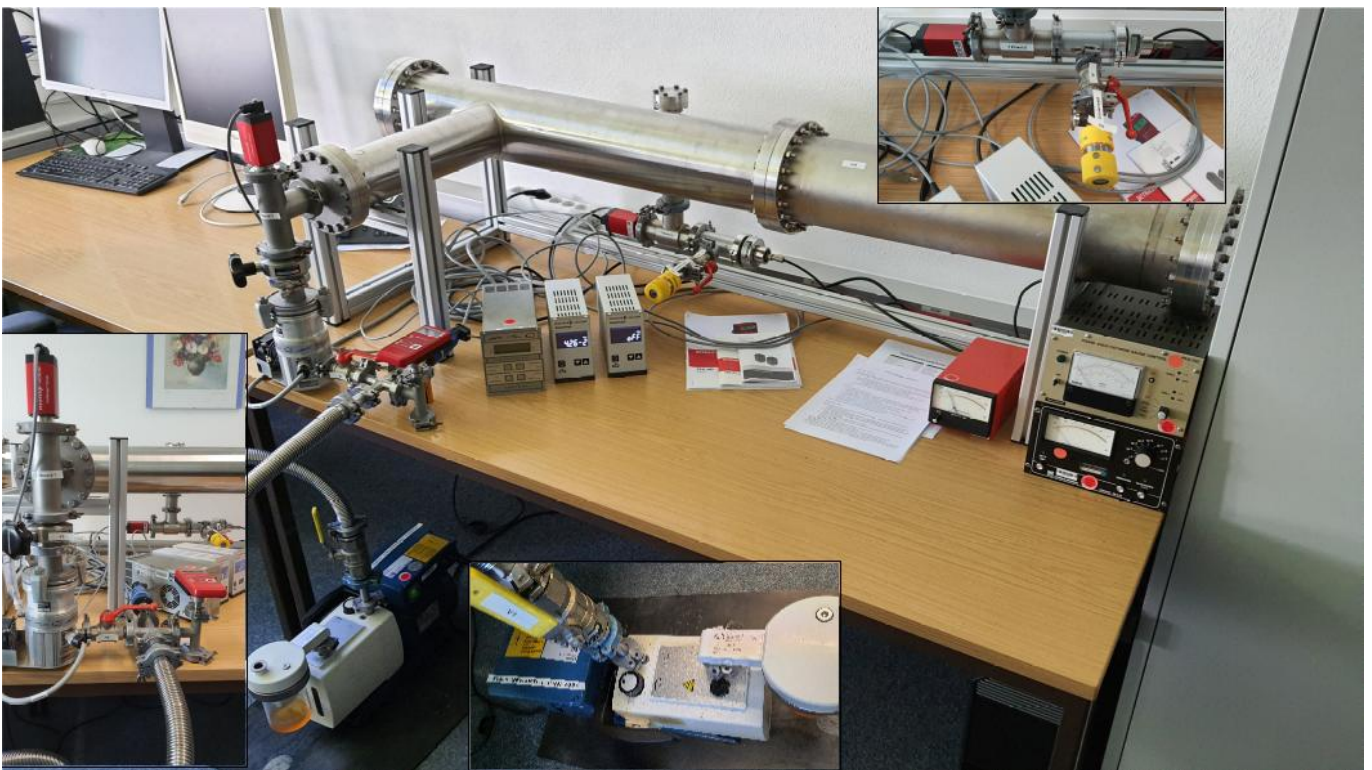

Abb. 1: Aufbau des Vakuumversuchs (Beispiel mit großem Tank).
- **Optional:** Bauen Sie mit den vorhandenen Vakuumkomponenten die in Abb. 1 dargestellte Versuchsanordnung auf, d.h. einen Rezipienten mit allen notwendigen Pumpen, Ventilen, Rohrstücken, Dichtungen, Messanschlüssen, usw. Setzen Sie die 9V-Blockbatterie in das rote TPG202 Messgerät ein (auf die richtige Polung achten!).